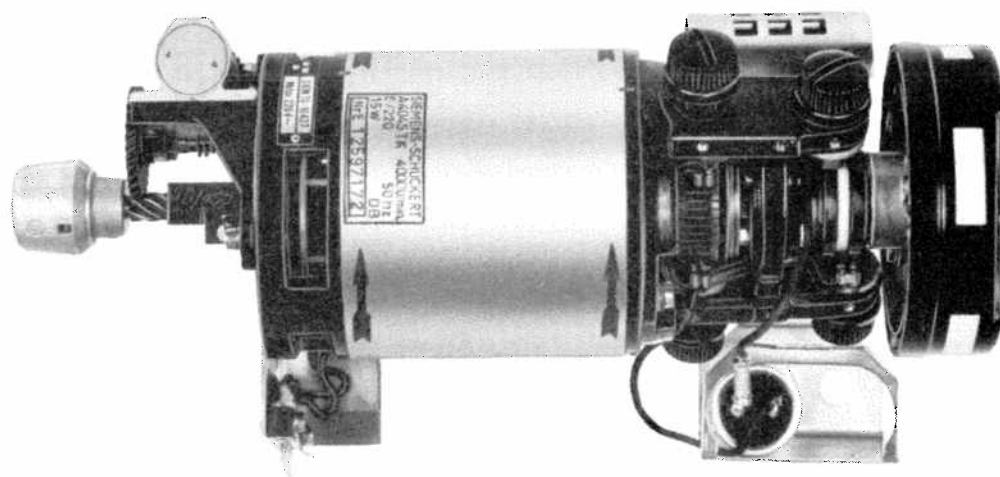

Bild 44
3.5.1.8 Lossa bygeln för kondensatorn C11, bild 44. Lyft upp ena änden av bygeln och tvätta kommutatorer och släp-ringar med sprit 35. Använd putsduk M6400-106010. Återställ.